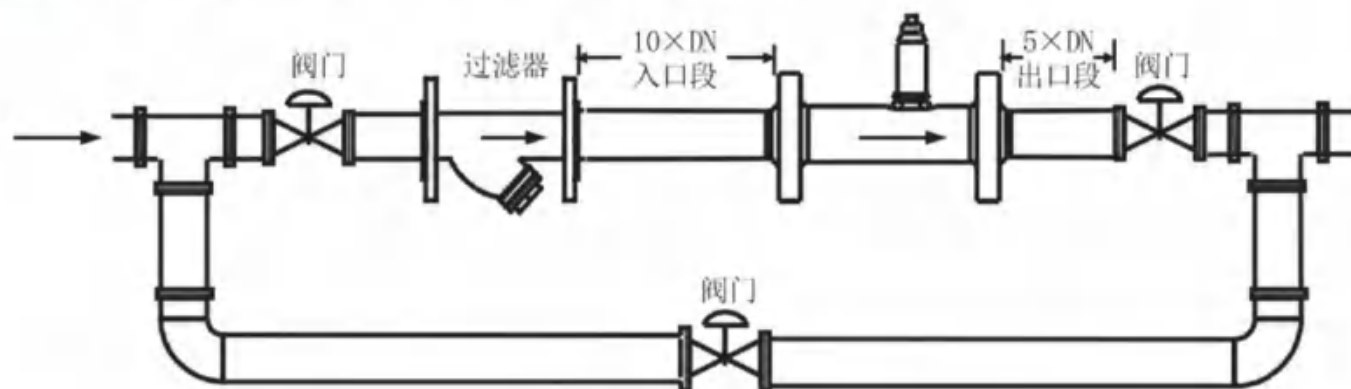

图8-3 安装场所示意图
2. 水平安装传感器要求管道不应有目测可察觉的倾斜（一般在 5° 以内），垂直安装传感器管道垂直度偏差亦应小于 5° 。在不能停流的场所，应装旁通管和可靠的截止阀（见图8-3），测量时要确保旁通管无泄漏。